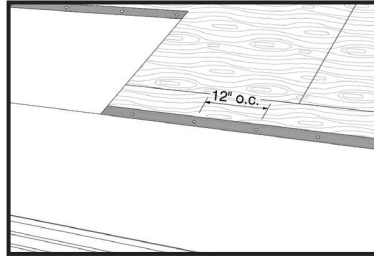

Fig. 1
4. After installation of each piece, remove the release lining from the selvage edge and, if necessary, secure with nails installed in the selvage edge spaced 12 inches on center. See Fig. 1. This fastening is required when WeatherLock® Specialty Tile & Metal is installed on slopes of 3:12 or greater. Consult local building codes for fastener requirements. Succeeding courses should lap 3 inches over the preceding course.
4. Después de instalar cada pieza, se debe retirar el revestimiento antiadherente del borde superpuesto y, si es necesario, fijarlo mediante la instalación con clavos en dicho borde, a 12 pulgadas del centro. Ver la Fig. 1. Esta sujeción se requiere cuando se instala WeatherLock® Specialty Tile & Metal en pendientes de 3:12 o más. Consulte los códigos de construcción locales para conocer los requisitos de fijación. Las hileras posteriores deben superponerse 3 pulgadas sobre las anteriores.